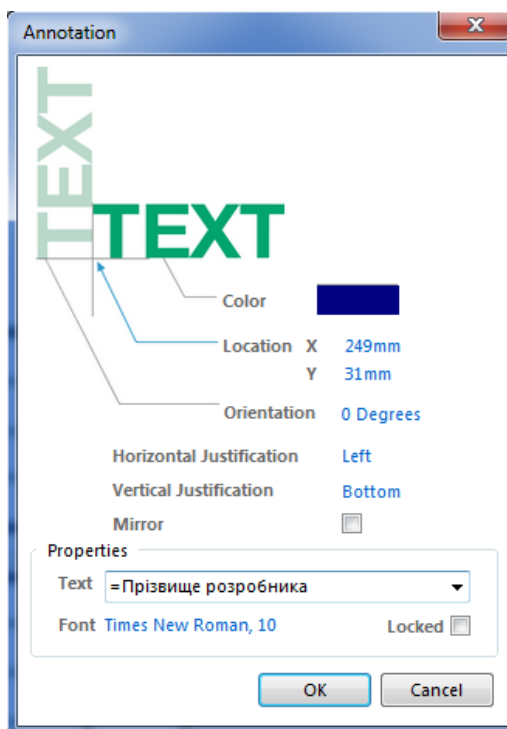

Рис. 1.22
7) В полі для прізвища розробника розташуйте текст (**Place-Text String**), та натиснувши на ньому правою кнопкою миші оберіть пункт **Properties**. У полі текст напишіть наступне (без лапок) “=Прізвище розробника” та натисніть **ОК**. На місці тексту з’явиться значення яке відповідає параметру “Прізвище розробника” (Рис. 1.22), який був заданий вкладки Parameters у вікні налаштувань документа.